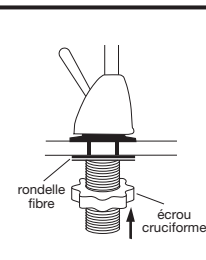

Figure 2
- Par dessous l'évier, glissez la rondelle en fibres de 2/4 po (5.7 cm) sur la base du robinet. Réinstallez l'extension fileté sur la base en serrant bien. Vissez l'écrou-étoile sur l'extension jusqu'à ce qu'il serre bien (Figure 2).